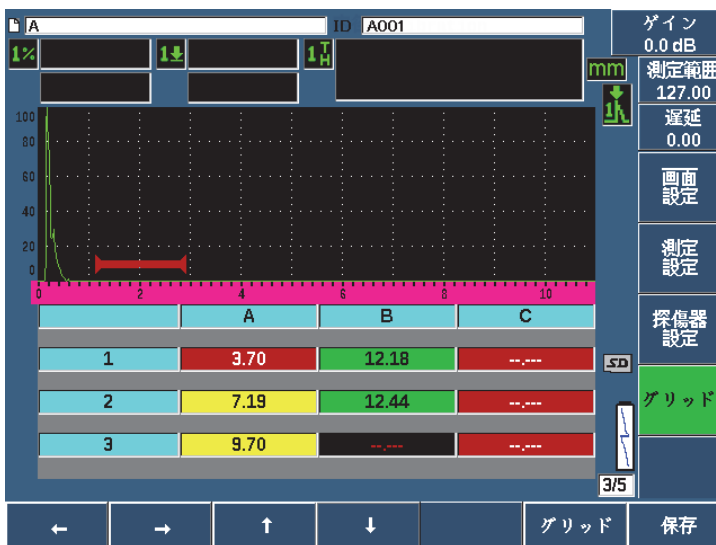

図 10-25 ライブスクリーンのグリッド管理
3. **グリッド**（P3 キー）を押し、グリッド管理を表示します（234 ページの図 10-25 参照）。